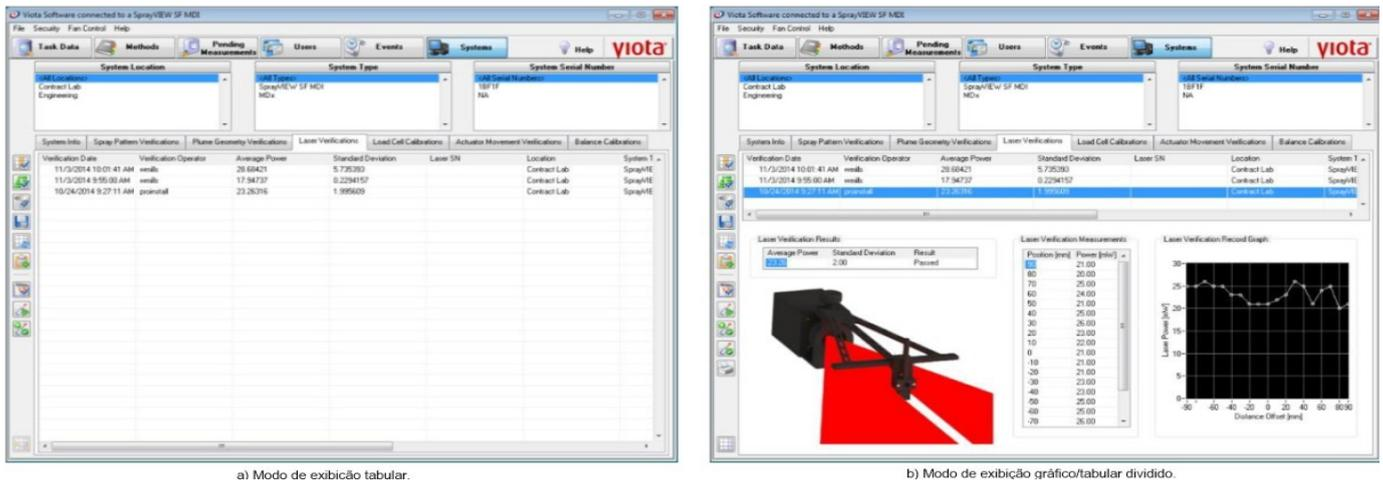

Figura 53. Guia verificação de laser.
componente do laser do sistema SprayVIEW esteja operando dentro de limites aceitáveis (ou seja, o desempenho pretendido do componente do laser). Este teste é considerado um procedimento de “manutenção”, porque o teste garante o desempenho pretendido do componente laser do sistema SprayVIEW (ou seja, o componente laser está operando dentro de limites aceitáveis) conforme Figura 53.
g) Aprove um registro de resultado de verificação de laser, com as permissões apropriadas quando no modo de exibição dividido gráfica/tabular, conforme Figura 53.